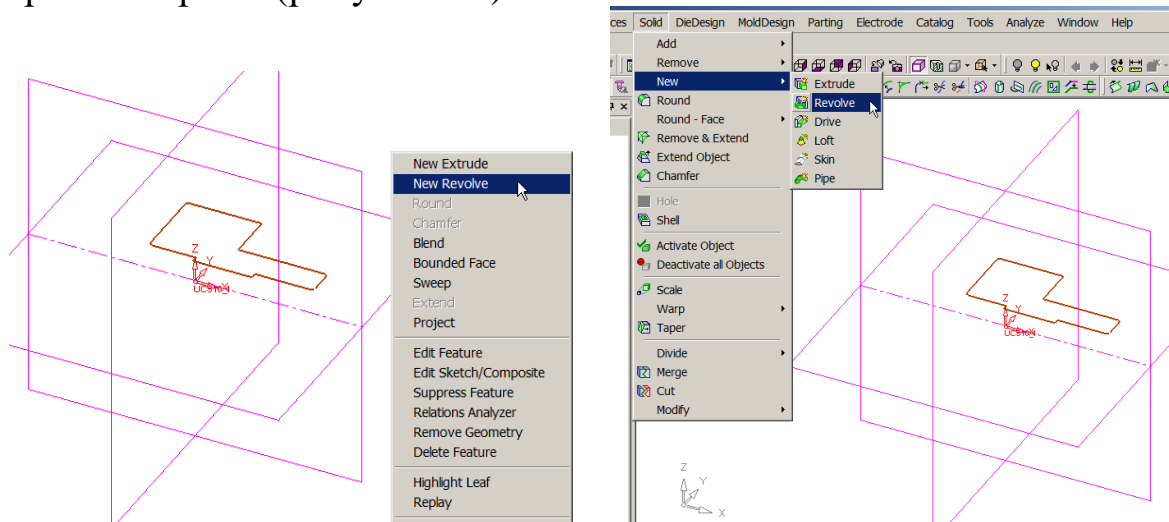

Рисунок 29 – Начало твердотельной операции вращения контура
4.3 Операция вращения. Ее можно выполнить двумя путями: из контекстного меню и кнопкой *Твердотельное моделирование* из верхней строки (рисунок 29).